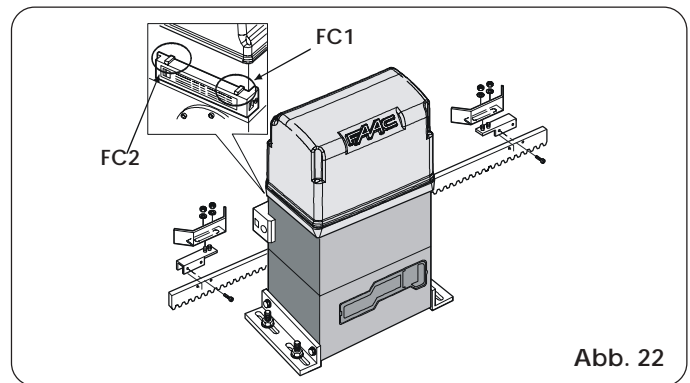

Abb. 22
- 1) Den Grenzta-ster montieren und dabei das Blech zu den Gewindestiften des Halters zentrieren (Abb. 22).